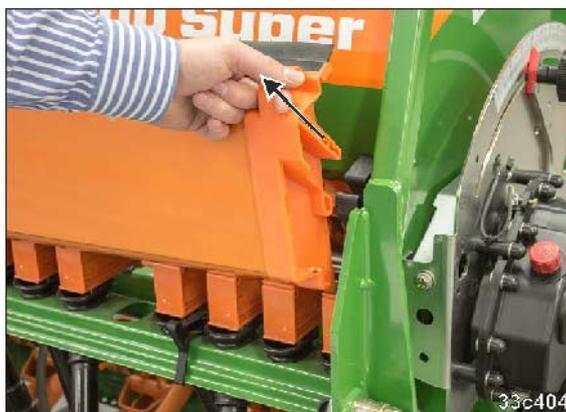

Fig. 233
1. Sacar hacia arriba las cubetas de calibración (Fig. 233) desde el soporte.